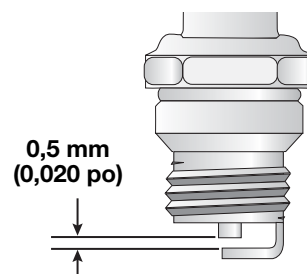

Fig. 30
3. Remplacez toute bougie fendillée, encrassée ou sale. Réglez l'écartement à **0,5 mm (0,020 po)** à l'aide d'une jauge d'épaisseur (Fig. 30).